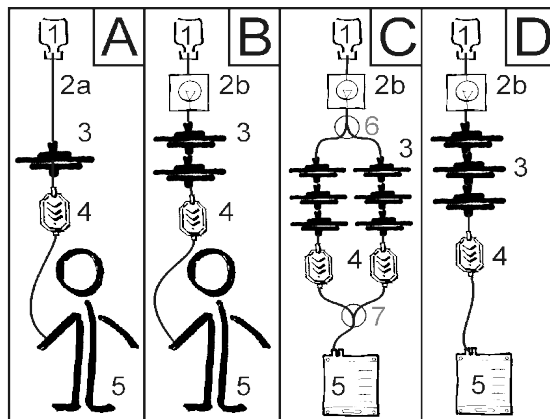

Abbildung 1: Anwendungsbeispiele A, B, C und D
erfolgt und erste Albuminbestandteile erst nach fast vollständiger Verdrängung der Vorspüllösung den Partikelfilter (4 in Abb. 1) passieren.
Für diesen Aufbau, der zur Vorbereitung einer extrakorporalen Anwendung mit Albuminmengen von 600 bis 800 ml eingesetzt werden kann, müssen die beiden „Säulen“ (siehe Abb. 1) durch ein „Y“-Stück* (6), wie aus der Abbildung ersichtlich, miteinander verbunden und durch einen 3-Wege-Hahn (7) hinter den Partikelfiltern zusammengeführt werden.